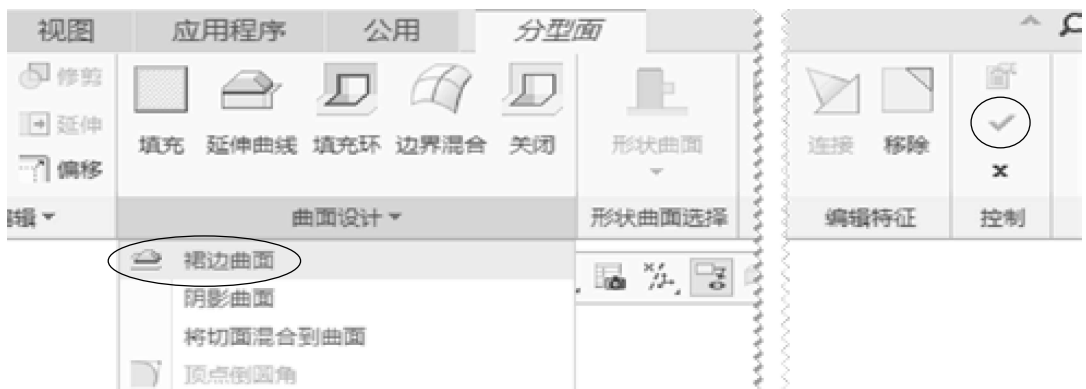

图1-37 单击“裙边曲面”按钮
Step 04 再单击“裙边曲面”按钮，如图1-37所示。
Step 07 在图1-37的“分型面”操控板的“控制”区域中单击“确定”按钮, 退出分型面设计模式。